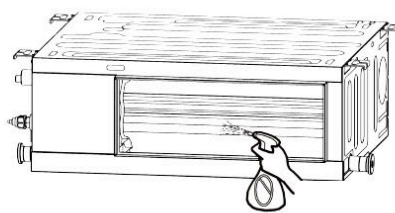

Fig 4.18
- 1) Collegare il tubo flessibile di scarico all'altro tubo di collegamento allo scarico della vaschetta dell'acqua e introdurre un litro di acqua circa (come illustrato nella Fig. 4.18). (Rimuovere il tubo flessibile di scarico dopo aver completato la prova, dopodiché inserire il tappo della vaschetta dell'acqua.)
- 2) Nebulizzare un litro di acqua sull'evaporatore, come illustrato nella Fig. 4.18